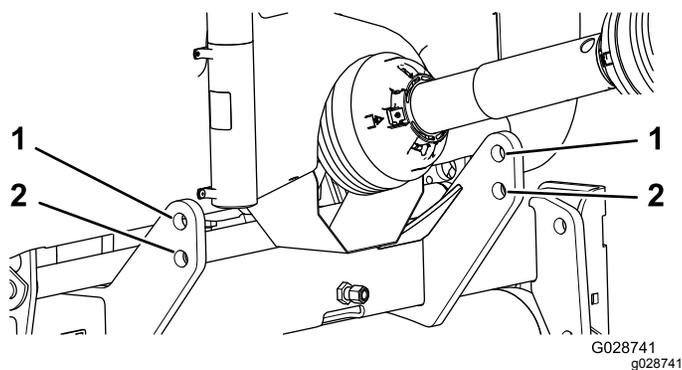

Figure 5
**Remarque:** Pour obtenir une garde au sol maximale, placez les goupilles d'attelage dans les trous de montage inférieurs (Figure 5). Pour déterminer quand utiliser les trous de montage supérieurs, reportez-vous à la procédure d'installation 4 Accouplement de l'arbre de PDF (page 11).